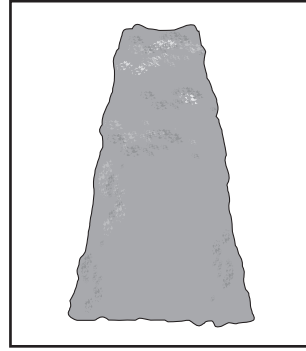

Fig. 8
**NOTĂ:** La crearea conturului, se recomandă obținerea unei forme trapezoidale (Fig. 8). O tăiere trapezoidală corespunde dezvoltării naturale a plantelor și are drept rezultat o creștere optimă a gardului viu, deoarece va expune partea de jos la mai multă lumină.